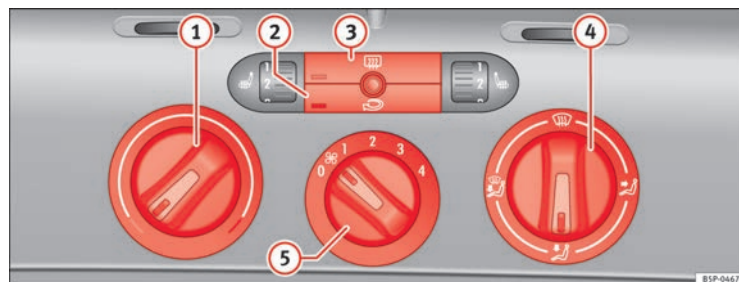

Fig. 124 Mandos de la calefacción en el tablero de instrumentos
- Con los reguladores ⇒ fig. 124 ① y ④ y con el mando ⑤ se regula la temperatura, la distribución del aire y la velocidad de la turbina.
- Pulse la tecla ② o ③ para activar o desactivar la función correspondiente. Cuando la función está activa, la ventana situada en la esquina inferior izquierda de la tecla se ilumina.